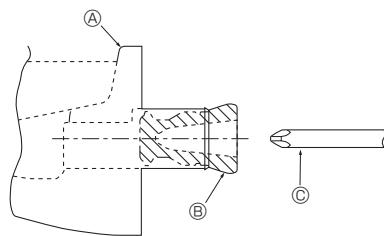

Abb. 5-1
- Vergewissern, daß in die Rohrleitung auf der linken Seite der Gummistopfen in den Auslauf rechts eingesetzt ist. (Abb. 5-1)
- (A) Auslaufpfanne